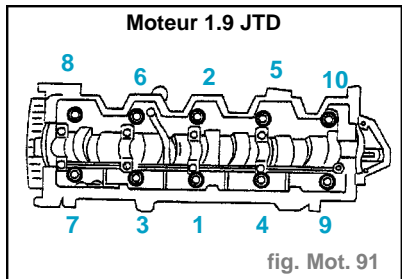

fig. Mot. 91
**Nota** : Lors de chaque séquence de serrage, suivre l'ordre de serrage indiqué par l'illustration. (fig.Mot. 91 ou 92)